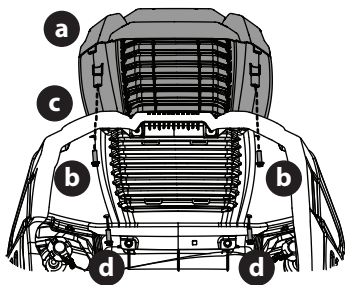

Figura 9
2. Asegure la tapa del capó atornillada (a) desde abajo, ajuste a mano los tornillos (b) que están en la mitad trasera del capó y luego apriete los tornillos con firmeza (Figura 9).
3. Con los tornillos traseros en su lugar, alinee los orificios de la tapa del capó (a) con los orificios del capó (c) y fije en su lugar con los restantes dos tornillos (d) (Figura 9).